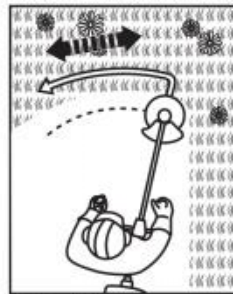

Fig. 45
5. Bewegen Sie das Produkt mit einem langsamen, gleichmäßigen Bogen von links nach rechts, bevor Sie es wieder in die Ausgangsposition zurückbringen, bevor Sie den nächsten Bereich trimmen (Abb. 45).